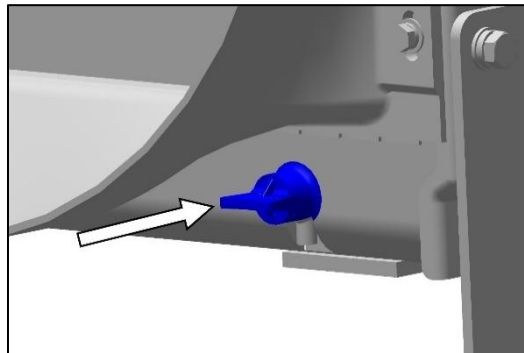

Fig. 277 – AFTAPPLUG RADIATOR
2. Verwijder de aftapplug aan de onderzijde van de radiator (zie Fig. 277).